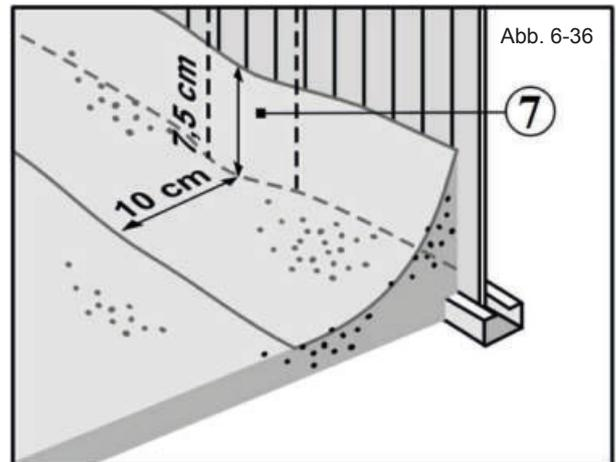

Abb. 6-36
- b) An den Stellen der seitlichen Säulen mit Stützen ist eine abgerundete Eckfüllung von ca. 10 cm Breite und ca. 7,5 cm Höhe am unteren Ende der Beckenwand auszuformen (Abb. 6-36).